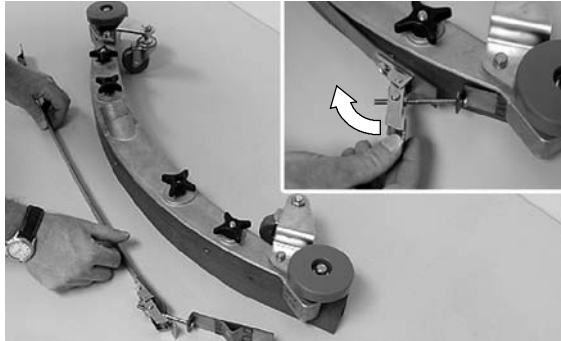

FIG. 50
2. Détachez l'agrafe de la bande et retirez la bande du bloc de racloir (Figure 50).